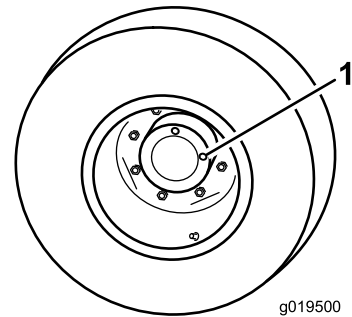

図 61
1. 水平な床面で、点検プラグ 図 61 の 1 つが時計の 12 時を指し、もうひとつが 3 時を指すようにマシンを駐車する。
2. 3 時の位置にあるプラグを外す 図 61。点検用プラグの穴から 6mm 以内にあればよい。